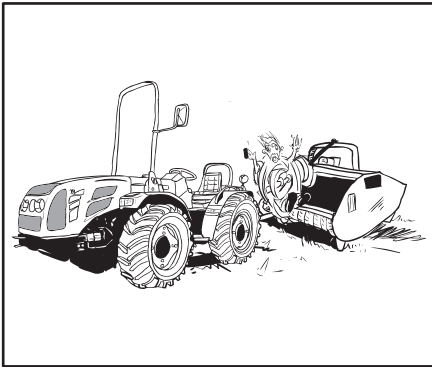

Abb. 2.19
- Sicherstellen, dass der Zapfwellenschutz (110) korrekt angebracht ist und dass die Wellenverkleidung (111) bei nicht verwendeter Zapfwelle angebracht ist..
- Vor dem Ankuppeln, Abkuppeln, Reinigen oder Einregulieren der von der Zapfwelle geschleppten Anbaugeräte ist der Motor abzustellen, der Zündschlüssel zu ziehen und sicherzustellen, dass die Zapfwelle gesperrt ist. (Abb.2.19).